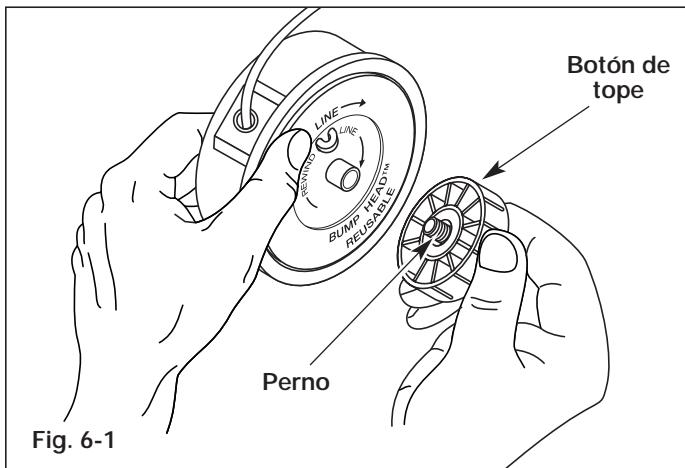

Fig. 6-1
- Sostenga la bobina exterior con una mano y desenrosque el botón de tope en sentido antihorario (Fig. 6-1). Inspeccione el perno de adentro el botón de tope para verificar que se mueva con libertad. Cambie el botón de tope si está dañado.
1. Sostenga la bobina exterior con una mano y desenrosque el botón de tope en sentido antihorario (Fig. 6-1). Inspeccione el perno dentro del Bump Knob para verificar que se mueva con libertad. Cambie el botón de tope si está dañado.